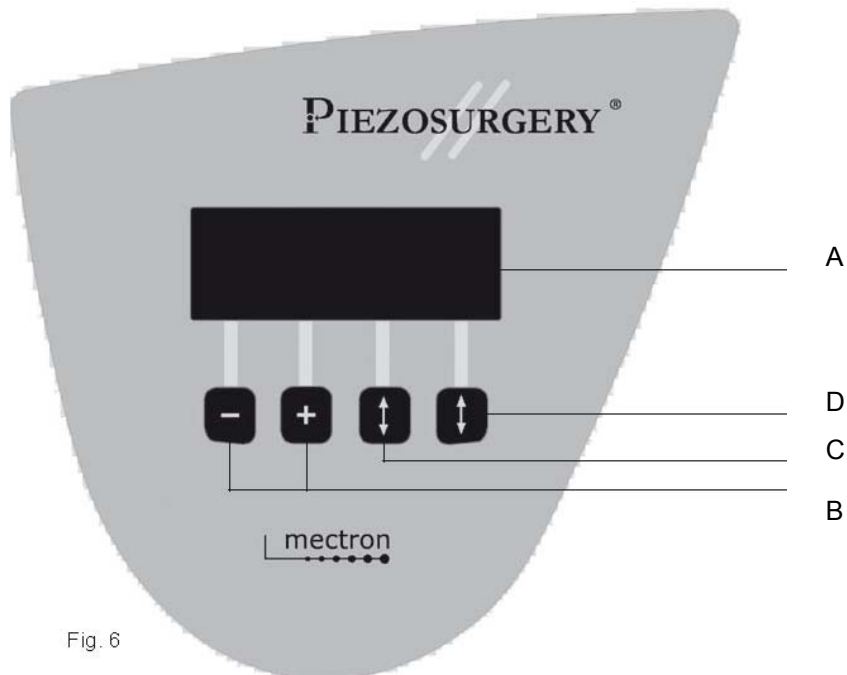
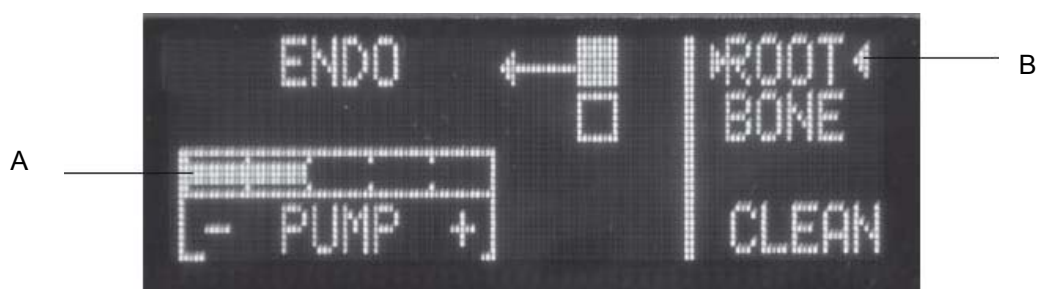

Fig. 6
Fig. 7
Dit deel beschrijft de onderdelen op het voorpaneel (Fig. 6) van de Piezosurgery, zodat u de bedieningstoetsen die in deze handleiding worden beschreven, meteen kunt vinden.
Het Piezosurgery apparaat kent twee verschillende vermogensmodi: dit zijn ROOT en BONE. Druk op de pijltjestoets (Fig. 6 – D) voor het benodigde vermogen. Het type vermogen dat gekozen is, wordt aangegeven tussen de twee aanwijzers (Fig. 7 – B).
**Apparaat in de ROOT modus Fig. 7** – Druk in de ROOT modus de toets voor vermogen in (Fig. 6 – C) om de volgende functies in te stellen:
Druk de + en – toetsen in voor het aanpassen van de productiesnelheid van de pomp (Fig. 6 – B). In de ROOT modus kunt u de snelheid instellen tussen nul en vijf. De display toont de gekozen snelheid (Fig. 7 – A).
**Apparaat in de BONE modus Fig. 8** – Druk in de BONE modus de toets voor vermogen in (Fig. 6 – C) om de volgende functies in te stellen:
Druk de + en – toetsen in voor het aanpassen van de productiesnelheid van de pomp (Fig. 6 – B). In de BONE modus kunt u de snelheid instellen tussen een en vijf. De display toont de gekozen snelheid (Fig. 8 – A).
Om de CLEAN functie te activeren, houdt u de toets voor het selecteren van het vermogen 5 seconden ingedrukt (fig.6 – D). Het volgende bericht verschijnt in de display: **“Footswitch to start or a key to abort”**. Dit betekent dat de gebruiker de voetschakelaar moet indrukken om de reinigingscyclus te starten of een van de vier toetsen onder de display moet indrukken om de CLEAN functie te verlaten. Voor meer aanwijzingen m.b.t. de CLEAN functie, zie punt 06.1.
- 5) Controleer in de display welk type vermogen is ingesteld (zie punt 05.3). Als het benodigde type vermogen afwijkt van het ingestelde type, gebruik dan de toets voor het selecteren van het type vermogen (Fig. 6 – D). Als u deze indrukt, wisselt u tussen ROOT en BONE functies.
- 6) Controleer in de display welk type vermogen is ingesteld (zie punt 05.3). Als het benodigde type vermogen afwijkt van het ingestelde type, gebruik dan de toets voor het selecteren van het vermogensniveau (Fig. 6 – C). U kunt kiezen tussen de volgende mogelijkheden, afhankelijk van het type vermogen dat is ingesteld:
- 7) Controleer in de display wat de productiesnelheid van de peristaltische pomp is (zie punt 05.3). Als de benodigde productiesnelheid verschilt van de ingestelde snelheid, gebruik dan de toetsen PUMP + en - (fig. 6 – B) om de snelheid in te stellen, afhankelijk van het type vermogen dat is ingesteld:
- BONE                                5 productiesnelheden van 1 t/m 5**LET OP:** Behandeling zonder koeling is alleen mogelijk in de ROOT functie, waarbij de productiesnelheid van de peristaltische pomp PUMP op nul wordt gezet (Fig. 7 – A). Er mogen geen streepjes te zien zijn in de display.
- 3) Om de CLEAN functie te activeren, houdt u de toets voor het selecteren van het vermogen 5 seconden ingedrukt (fig. 6 – D). Het volgende bericht verschijnt in de display: “Footswitch to start or a key to abort”.